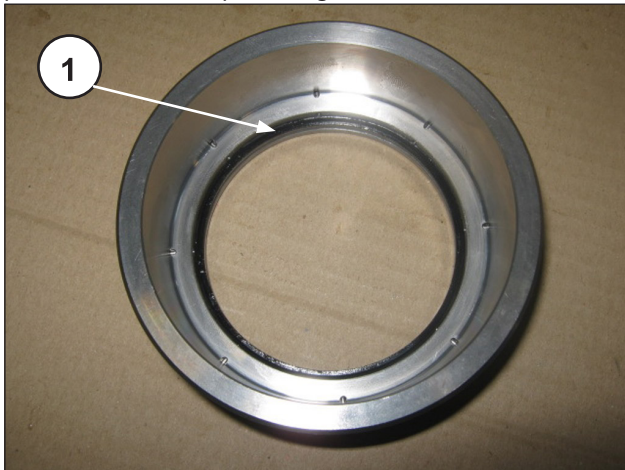

Fig. 249
Assegure-se do posicionamento correto do OR energizante presente no vedante (pos. ①, Fig. 249).